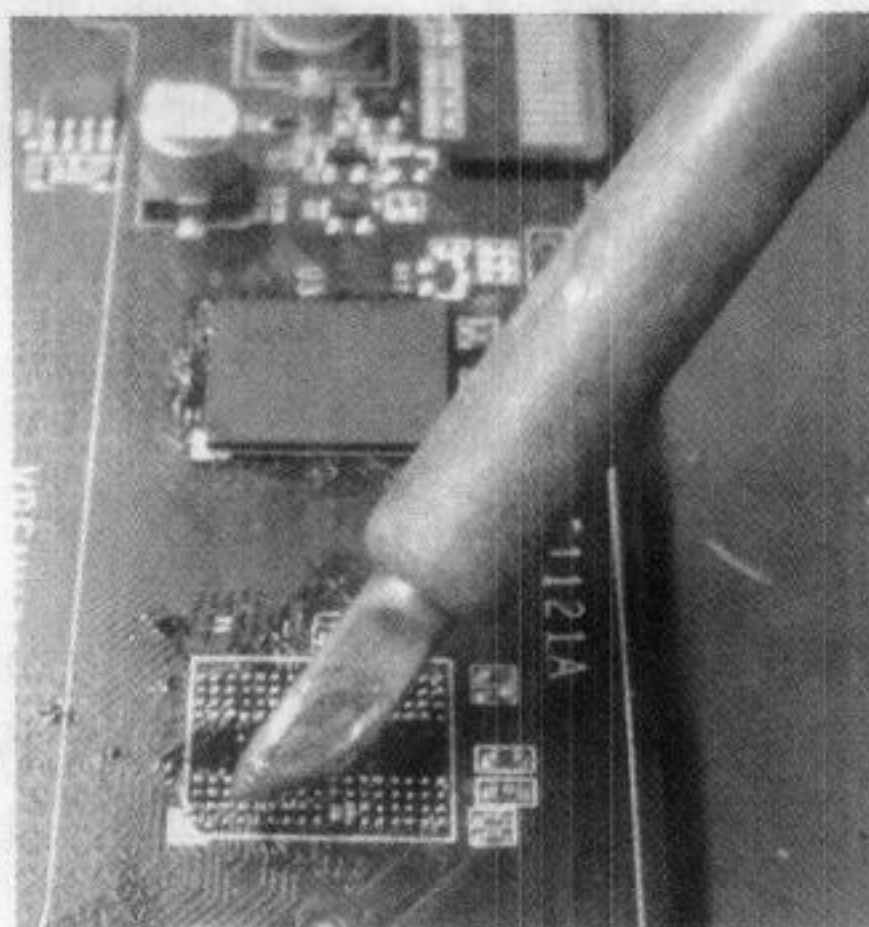

图 4-21 焊盘拖锡
(3) 涂少量焊膏在焊盘上，用烙铁将锡稍微拖平整，如图 4-21 所示。